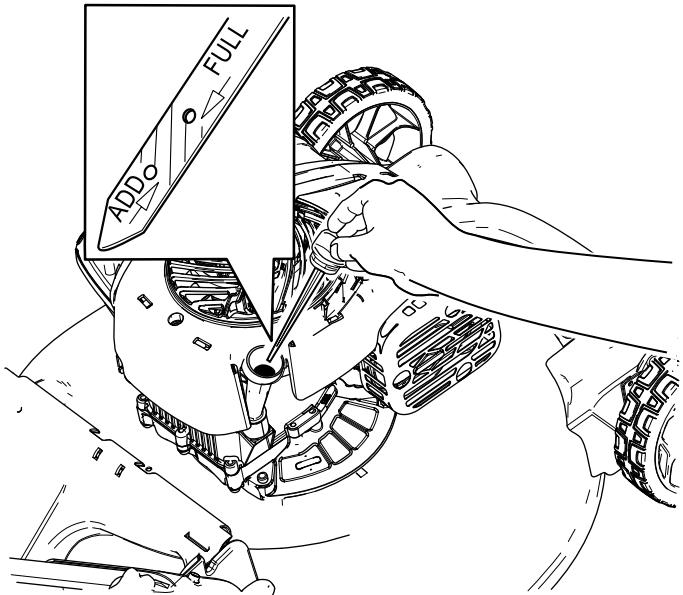

Figura 17
3. Retire la varilla girando el tapón en el sentido contrario a las agujas del reloj y tirando del mismo (Figura 17).
10. Observe el nivel de aceite en la varilla (Figura 17).